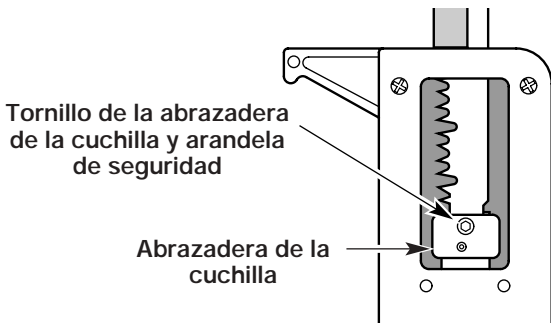

Fig. 2
3. Instale la abrazadera de la cuchilla sobre la cuchilla y el pasador. Instale el tornillo con la arandela de seguridad y ajuste bien con la llave Allen (Fig. 2).
3. Mientras sostiene el accesorio con firmeza, empujelo en línea recta en el acoplador (Fig. 2).